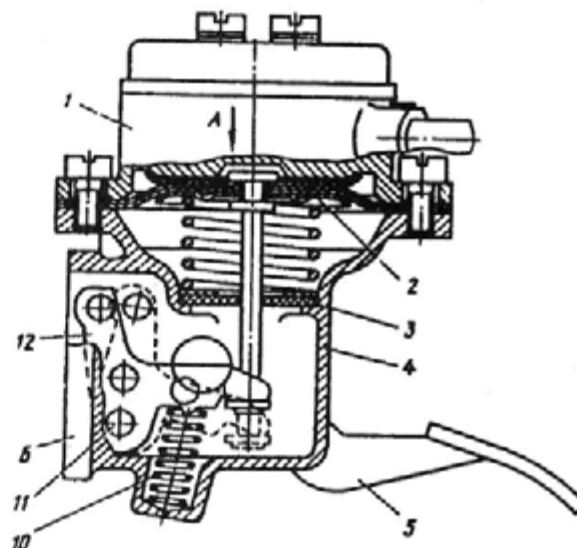

Рис. 41. Бензиновый насос и запрессовка клапанов в головку насоса:
Разборку бензинового насоса (рис. 41) производите в случае прекращения подачи бензина из-за прорыва диафрагмы, потери герметичности, повреждений клапанов, ослабления или поломки рабочей пружины, износа или заедания приводного рычага.
- отверните два винта крепления крышки головки 1 (рис. 41) бензинового насоса и снимите ее;
- соберите на стержнях обойм клапанов все детали и запрессуйте обоймы в тело головки корпуса, выдержав размер $(1,5 \pm 0,1)$ мм (см. рис. 41);